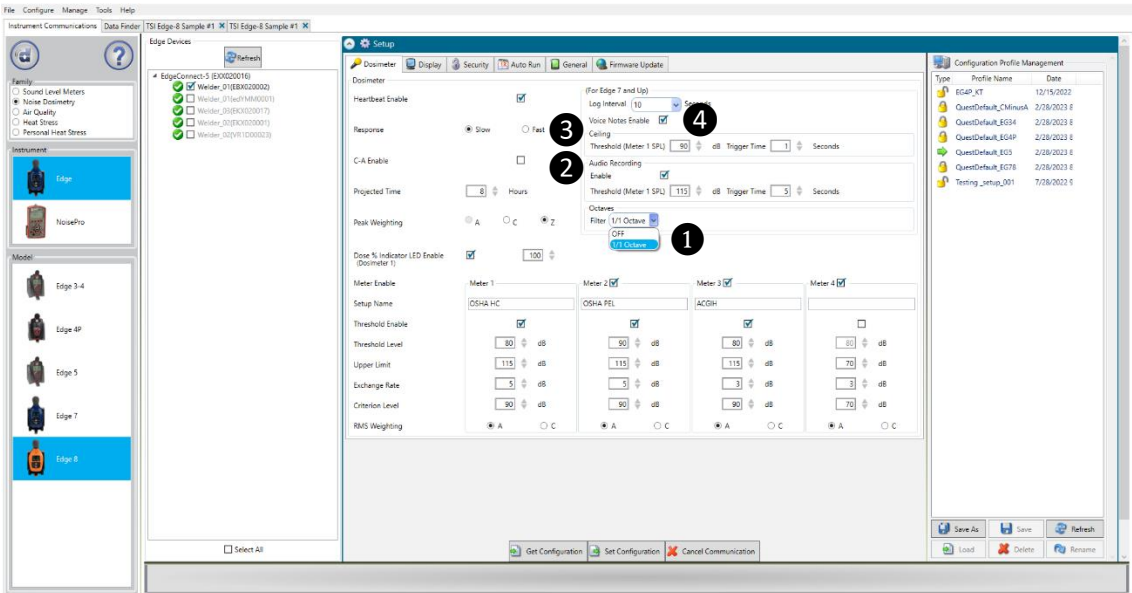
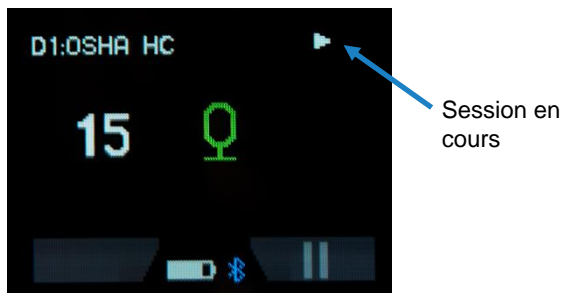

Figure 3-7 : Écran de réglage des paramètres du dosimètre DMS Edge
Figure 3-8 : Écran d'enregistrement des notes vocales
Notes vocales	Lorsque cette option est activée (cochée) dans DMS, l'utilisateur peut, en appuyant sur un bouton sur le Edge, prendre des notes verbales de 14 secondes sur, par exemple, le site de travail, ou encore la description d'un événement sonore. Ces événements audios enregistrés peuvent être visualisés et lus dans le panneau Graphique des données enregistrées (voir ④ Figure 3-7).
Plafond	La fonction Plafond, qui est toujours activée sur le Edge, incrémente un compteur chaque fois que le niveau sonore mesuré par le capteur 1 a dépassé le niveau seuil spécifié pour le temps de déclenchement spécifié. Cette valeur de compteur enregistrée peut être affichée dans le Tableau sommaire de données en activant le seuil du plafond (voir ③ Figure 3-7).
Enregistrement audio	Lorsqu'elle est activée (cochée) dans DMS, cette fonction enregistre automatiquement 14 secondes d'un événement sonore chaque fois que le niveau sonore mesuré par le capteur (dosimètre interne) 1 dépasse le niveau seuil pendant le temps de déclenchement donné. Les événements audio résultants peuvent être visualisés et lus dans le panneau diagrammes de données enregistrées (voir ② Figure 3-7).
Filtrage des octaves	Le filtrage Octaves s'applique uniquement au compteur 1. Les données résultantes peuvent être affichées dans les panneaux de diagramme et de tableaux de filtre. Il affiche les valeurs/graphique SPL (Sound Pressure Level), Lavg et Lmax, entre autres, pour chaque bande de fréquence dans un spectre audio donné. Il existe deux paramètres de filtre Edge Octaves : <ul style="list-style-type: none"> ▪ OFF - Pas de filtrage (pour les mesures à large bande uniquement) ▪ 1/1 octave - Analyse de la bande d'octave complète (31,5 Hz à 8 kHz) (voir ① Figure 3-7).
Le modèle EG8 est équipé d'un filtre à bande octave qui peut être activé via DMS. La fonction Bande octave n'est disponible que pour le compteur 1 (voir Figure 3-7).
Le EG8 est équipé d'une fonction de note vocale (voir Figure 3-7). Pour démarrer un enregistrement, appuyez une fois sur le bouton latéral du EG8. Un écran d'enregistrement s'affiche avec un compte à rebours de 15 secondes (voir Figure 3-8). Après le compte à rebours, l'écran revient à son affichage d'origine. Cette action peut être répétée au besoin. L'enregistrement est automatiquement enregistré sur l'instrument mais ne peut être écouté ou visualisé que dans le logiciel DMS (l'étude doit être téléchargée pour lire le fichier audio), avec l'historique temporelle appropriés. Le nombre maximal de notes vocales est de 10. Si ce nombre est atteint, le symbole mémoire pleine ou notes vocales pleines  apparaîtra. La session en cours reste ininterrompue pendant l'enregistrement.
L'EG8 peut enregistrer automatiquement l'audio d'un événement de bruit au-dessus d'un niveau prédéfini dB. L'enregistrement audio est enregistré sur l'instrument et ne peut être écouté ou visualisé que via DMS (l'étude doit être téléchargée pour lire le fichier audio). La session en cours reste ininterrompue pendant l'enregistrement (voir Figure 3-9). Un temps de déclenchement personnalisé peut être défini pour activer l'enregistrement uniquement lorsque ce niveau de bruit dure sur une période de temps donnée (voir Figure 3-7). Cette fonction est particulièrement utile pour les diagnostics rapides et permet de gagner du temps lors de l'analyse des données de bruit. Chaque enregistrement dure 15 secondes et le nombre maximal d'enregistrements audio est de 10. Si ce nombre est atteint, le  symbole mémoire pleine ou enregistrement audio plein apparaît.